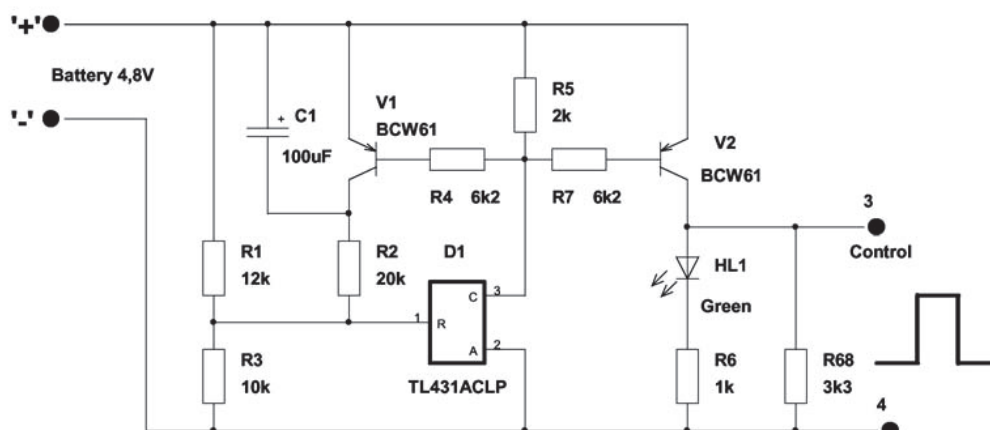

Рис.2
**рис.1** опционально добавляется ряд элементов, и она приводится к виду, показанному на **рис.2**.
Монитор, показанный на **рис.2**, был разработан для контроля батареи из четырех NI-MH аккумуляторов и имеет верхнее напряжение 5,5 В